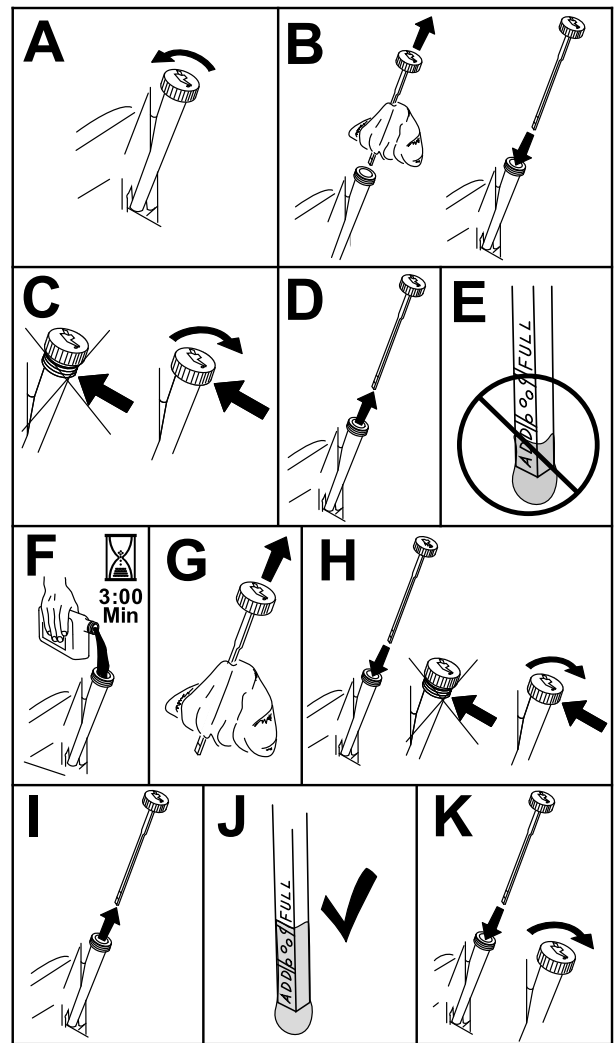

Bild 41
3. Reinigen Sie den Bereich um den Ölfüllstutzendeckel bzw. den Peilstab vor dem Abnehmen, damit kein Schmutz oder Schnittgut usw. in den Motor gelangt (Bild 41).